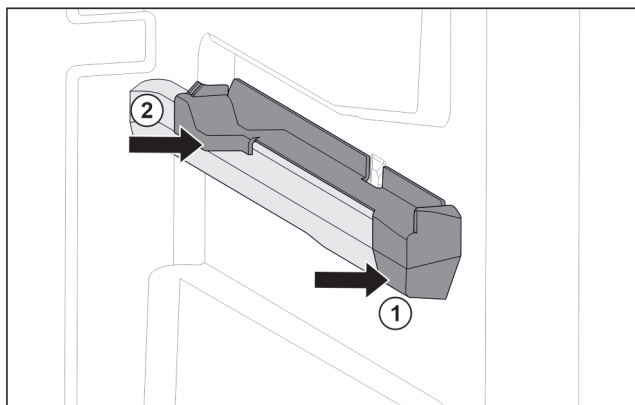

Fig. 150 Nasazovací díl na pravém žebrování na nádoby
- Nasad'te nasazovací díl na žebrování na nádoby. Fig. 150 (1)
- Přitlačte nasazovací díl k zadní části. Fig. 150 (2)